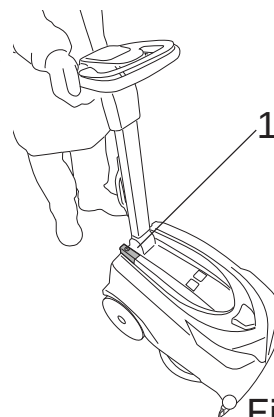

Fig.10
- Slå på maskinen ved å trykke på hovedbryteren (Fig.10-Ref.1).